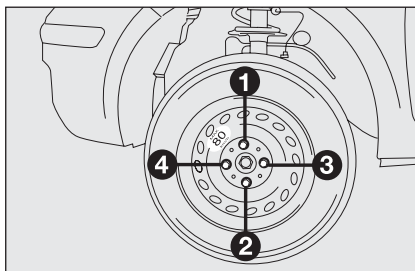

fig. 6
- mediante l'utilizzo della chiave in dotazione, serrare a fondo i bulloni, passando alternativamente da un bullone a quello diametralmente opposto, secondo l'ordine numerico illustrato in **fig. 6**;